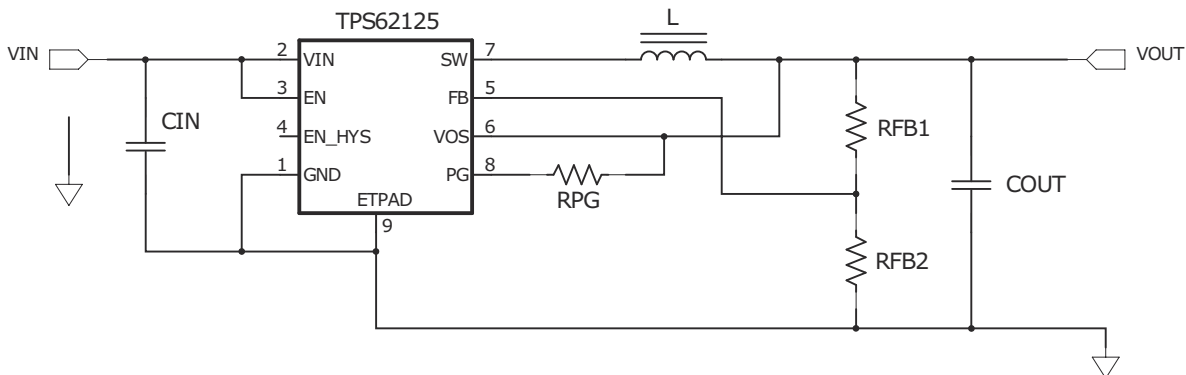
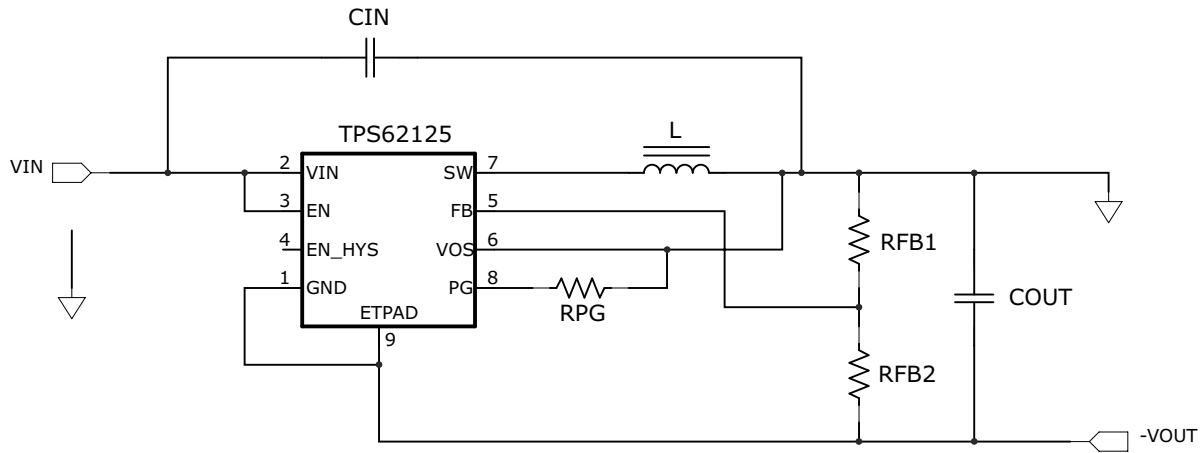

图 1-1. TPS62125 降压拓扑
图 1-2. TPS62125 反相降压/升压拓扑
反相降压/升压拓扑与降压拓扑非常相似。在图 1-1 所示的降压配置中，正连接 ( $V_{OUT}$ ) 连接到电感器，返回连接到集成电路 (IC) 接地。然而，在图 1-2 所示的反相降压/升压配置中，IC 接地用作负输出电压引脚（标记为  $-V_{OUT}$ ）。降压配置中的正输出用作接地 (GND)。这种反相拓扑允许输出电压反相并且始终低于接地电压。